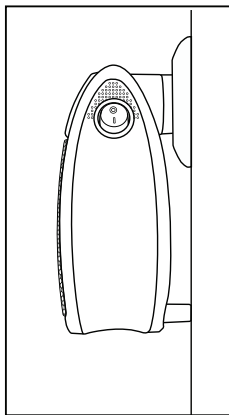

Fig. 1
- Aparatul trebuie operat numai conectat la priză, în poziție verticală și complet montat. Distanțierile ⑩ trebuie să atingă peretele (a se vedea fig. 1).